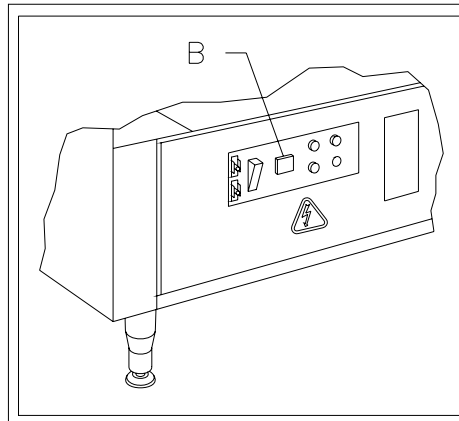

FIG. 6
- b) Tourner la colonne jusqu'à la position désirée, en agissant sur le bouton de recharge Réf. B fig.6 placé sur le panneau électrique.